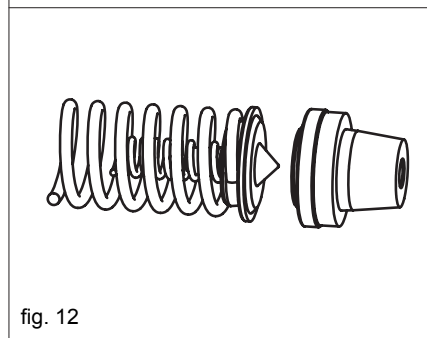

fig. 12
- Estrarre la molla grande e l'assieme valvola di modulazione/molla piccola (fig. 12)